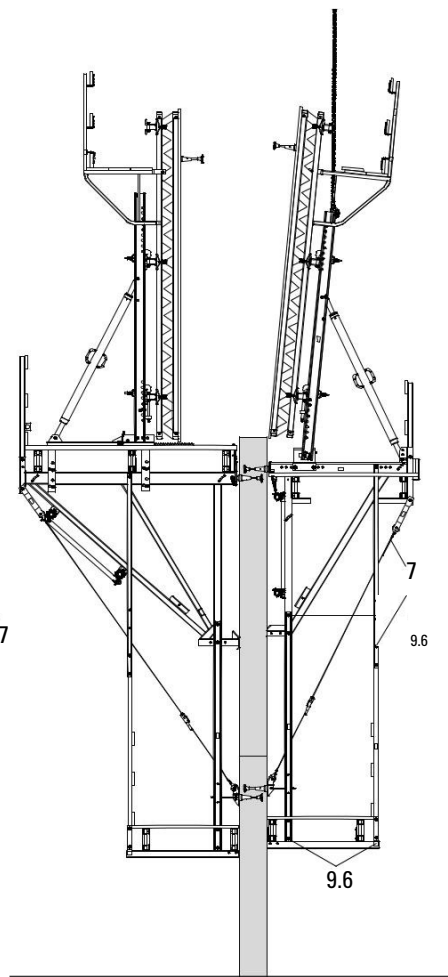

Fig. B1.29
12. Монтирайте ветровото укрепване (7), виж B1 Сглобяване на ветровото укрепване. (Fig. B1.29)